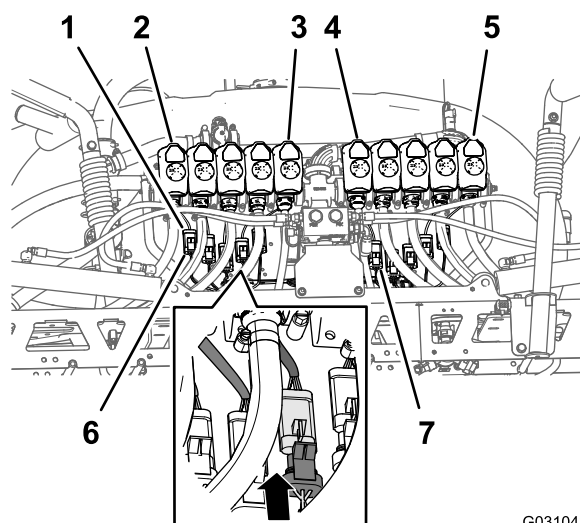

Figure 106
- Acheminez les connecteurs à 3 douilles de la branche de 203 cm du faisceau identifié par **Nozzle Valve 1** (vanne de buse 1) à **Nozzle Valve 5** (vanne de buse 5) à l'arrière du support des 10 vannes et sous les vannes 1 à 5 (Figure 106).
- Acheminez les connecteurs à 3 douilles de la branche de 203 cm du faisceau identifiés par les mentions **Nozzle Valve 6** (vanne de buse 6) à **Nozzle Valve 10** (vanne de buse 10) à l'arrière du support des 10 vannes et sous les vannes 6 à 10 (Figure 106).
connecteur à 3 broches du faisceau de la vanne de buse 1 (Figure 106).
- Répétez l'opération 3 pour les positions de vanne de buse 2 à 10 (Figure 106).